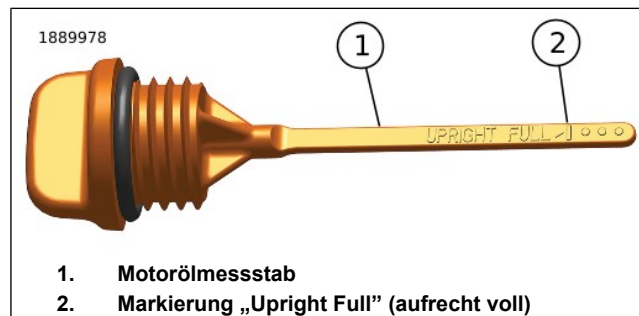

Abbildung 57. Motorölmessstab (Markierung „Upright Full“ [aufrecht voll])
- e. Abbildung 57 Der Ölstand muss bis zur Markierung „Upright Full“ (voll, aufrecht) (2) reichen.
16. Siehe Abbildung 57. Nur soviel Öl nachfüllen, dass der Ölstand die Markierung „add quart“ (Nachfüllen) (2) erreicht.